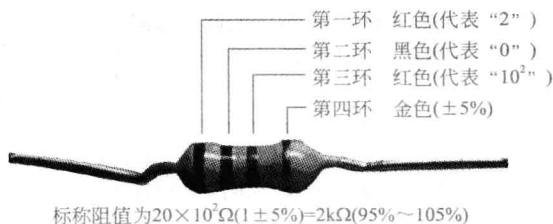

图 1-4 四环电阻器阻值和误差的识读
② 四环电阻器的识读 四环电阻器阻值与误差的识读如图 1-4 所示。